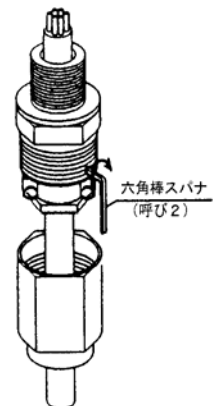

図3
- 4) ニップルにパッキンとスリップリングを入れ、グランドをねじ込み、パッキンを圧縮します。なお、ケーブル径によって異なりますが、パッキン締付けの基準としては、パッキン内径とケーブル外径とが一致した点(ケーブルを軽く引っ張り、ケーブルが動かない点)から**1回転グランドをねじ込んで**ください。この時、クランプ板が取付けにくい位置にきた場合は、グランドをその位置から**±1/3 回転の範囲で調整**してください。そして、緩めておいたグランド緩み止め用止めねじをねじ込んでください。(図3)